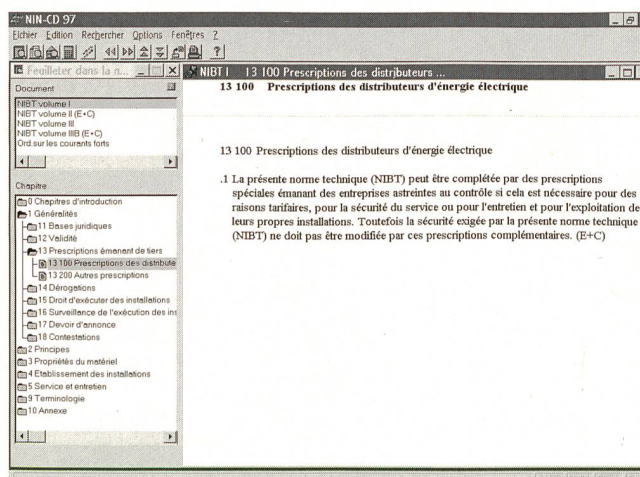

Fig. 1 Prescription des distributeurs d'énergie électrique
*Exemple 1: Dans quel cas l'entreprise astreinte au contrôle peut-elle émettre des prescriptions spéciales? (fig. 1)*